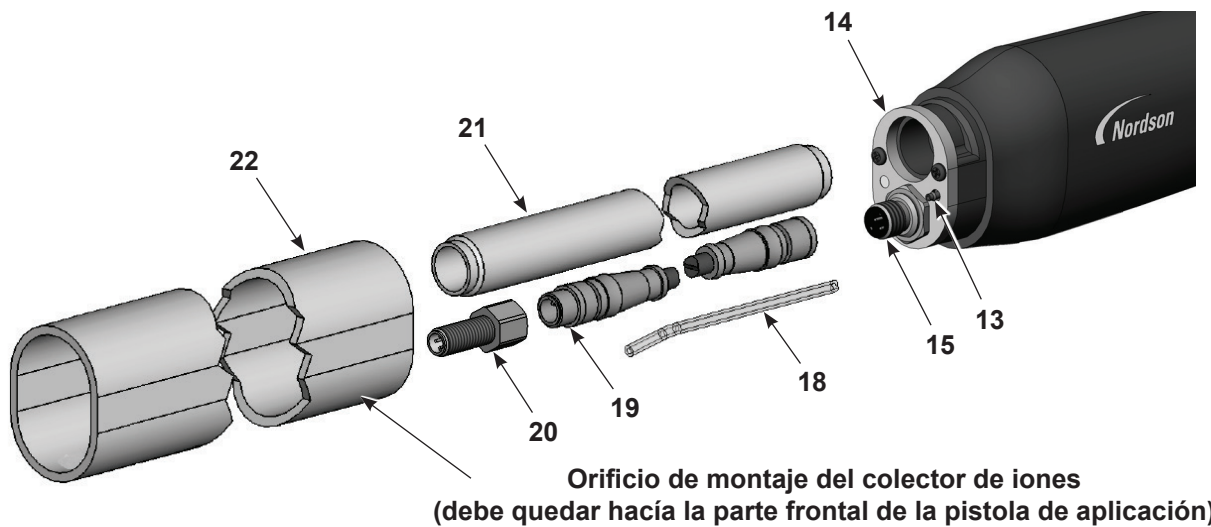
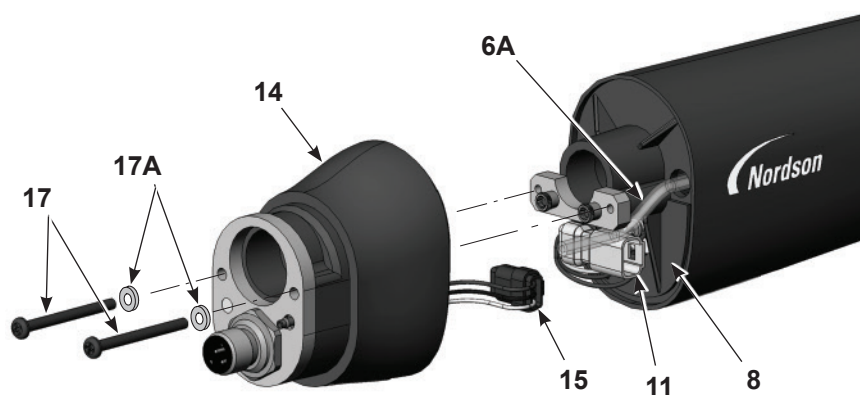
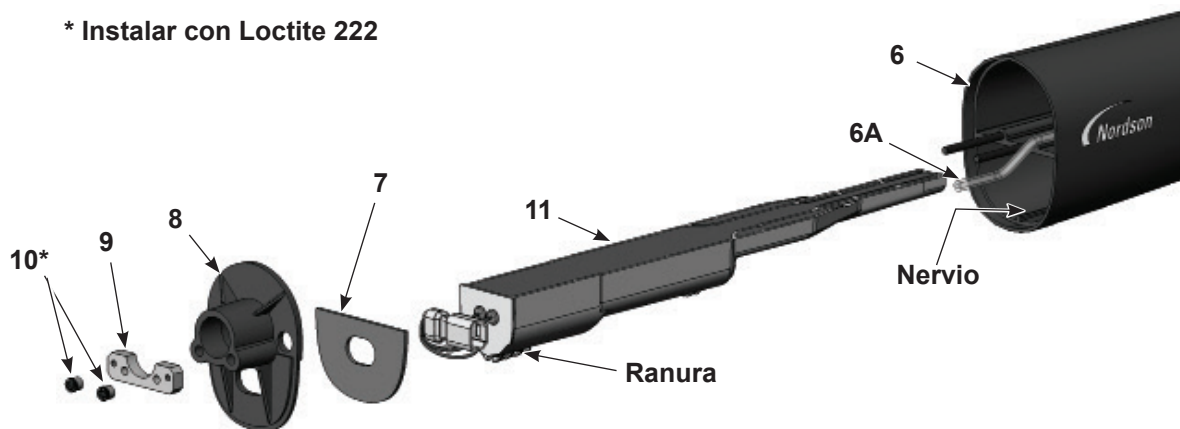

Figura 7-3 Desmontaje de una pistola de montaje en tubo 2 de 5
Figura 7-4 Desmontaje de una pistola de aplicación de montaje en tubo 3 de 5
Figura 7-5 Desmontaje de una pistola de aplicación de montaje en tubo 4 de 5
7. Ver la Figura 7-3. Extraer el tubo de montaje (22) del conjunto del cuerpo posterior (14) y por encima del tubo de apriete (21).
9. Desconectar el alargador (19) del cableado del receptáculo (15).
10. Desconectar el tubo de aire transparente de 4 mm (18) del racor dentado (13).
11. En caso de sustituir el alargador, extraer el receptáculo para cable (20). En caso contrario, dejarlo conectado.
12. Ver la Figura 7-4. Extraer los dos tornillos de cabeza hueca (17) y las arandelas de bloqueo (17A) del cuerpo posterior de la pistola de aplicación (14).
13. Extraer con cuidado el cuerpo de la pistola de aplicación posterior suficientemente lejos de la pared divisoria (8) para desconectar el cableado del suministro de tensión (11) del cableado del receptáculo (15), y el tubo del conjunto del filtro (6A) del racor dentado que está dentro del cuerpo posterior.
14. Ver la Figura 7-5. Con una llave macho hexagonal de 1/8 pulg., extraer las dos tuercas Allen (10) y la placa de tornillos (9) de la pared divisoria (8). Posteriormente extraer la pared divisoria del cuerpo de la pistola de aplicación (6), introduciendo el cableado del suministro de tensión a través de la pared divisoria.
15. Deslizar el suministro de tensión (11) fuera del cuerpo de la pistola de aplicación.
17. La junta obturadora (7) está pegada a la pared divisoria mediante un adhesivo sensible a la presión. Si la junta obturadora está dañada, sustituirla por una nueva.
1. Ver la Figura 7-5. Instalar el suministro de tensión (11) en el cuerpo de la pistola de aplicación (6), asegurando que el nervio del cuerpo de la pistola de aplicación se ajuste a la ranura en el suministro de tensión. Fijar el suministro de tensión en el cuerpo de la pistola de aplicación.
2. Introducir el cableado del suministro de tensión a través de la pared divisoria (8), posteriormente instalar la pared divisoria y la placa de tornillos (9) encima de los pernos del cuerpo de la pistola de aplicación. Aplicar el adhesivo de fijación para roscas Loctite 222 a todas las tuercas Allen (10) y enroscarlas a los pernos. Enroscar las tuercas a 0,45 N•m (64 pulg.-onzas) con una llave macho hexagonal de 1/8 pulgada.
3. Ver la Figura 7-4. Conectar el cableado del receptáculo (15) al cableado del suministro de tensión (11). Enrollar los conectores del cableado (11, 15) en el conjunto del cuerpo posterior en las posiciones mostradas.
4. Conectar el tubo del conjunto del filtro (6A) con el racor dentado de la parte interior del cuerpo posterior. Introducir cualquier tubo de aire transparente extra que haya en el cuerpo de la pistola de aplicación, y posteriormente instalar el cuerpo posterior en la pared divisoria con los tornillos (17) y las arandelas de bloqueo (17A).
5. Ver la Figura 7-3. Enroscar el tubo de apriete (21) en el cuerpo posterior (14).
6. Conectar el alargador (19) al cableado del receptáculo en el conjunto del cuerpo posterior.
7. Conectar el tubo transparente de 4 mm (18) al racor dentado en el conjunto del cuerpo posterior.
8. Orientar el tubo de montaje (22) con el orificio del colector de iones mirando hacia la parte frontal de la pistola de aplicación.
9. Ver la Figura 7-3. Conectar el alargador (19) al receptáculo (20) en la tapa final (23).
11. Instalar la tapa final en el tubo de montaje, introduciendo el tubo de apriete (21) y el tubo transparente de 4 mm (18) a través de la tapa final.
12. Fijar el receptáculo para cable (20) a la tapa final con arandela de bloqueo y tuerca.
13. Enroscar la tuerca del tubo de apriete (24) al tubo de apriete y apretarlo bien.
14. Instalar la unión (25) en el tubo transparente de 4 mm.